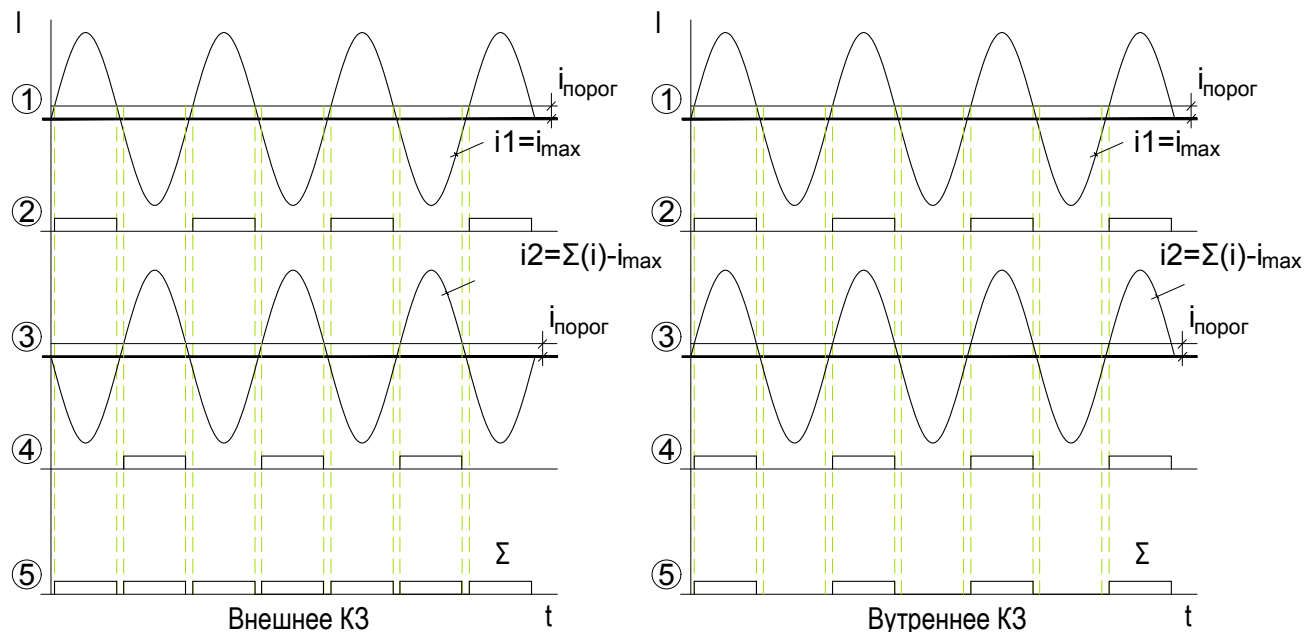
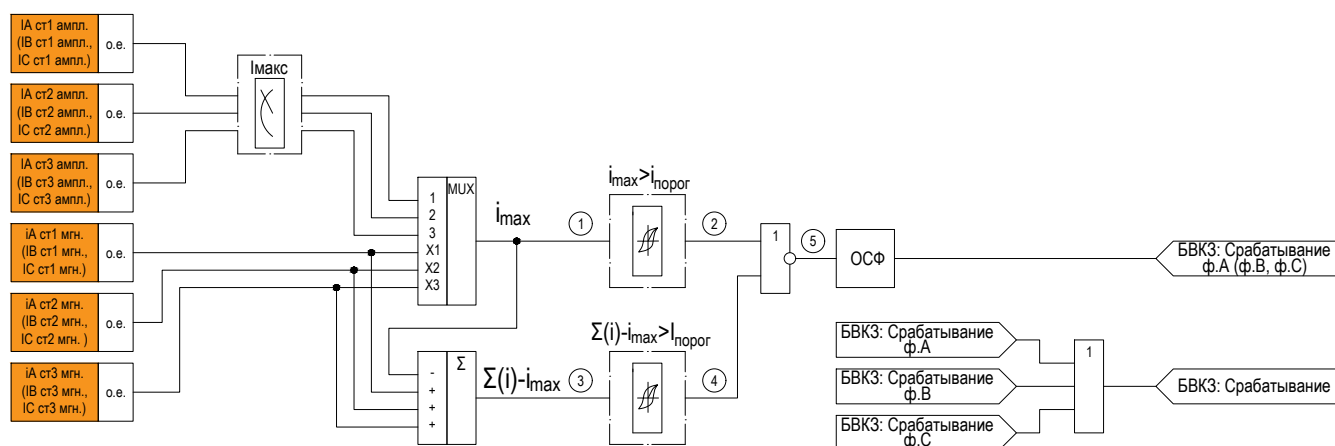

Рисунок 2.6 – Временные диаграммы работы функции «БВКЗ»
Рисунок 2.7 – Функциональная схема «БВКЗ»
2.2.8.2 Временные диаграммы работы функции «БВКЗ» в режимах внешнего и внутреннего КЗ приведены на рисунке 2.6, для однозначного соответствия точек измерения на функциональной схеме (рис. 2.7) и на временных диаграммах (рис. 2.6) точкам измерения присвоены цифры ①...⑤. На функциональной схеме (рис. 2.7) и временных диаграммах (рис. 2.6) указаны точки измерений.
2.2.8.4 Во время положительной полуволны тока каждой из сравниваемых величин устанавливаются сигналы 1 на определенных элементах схемы. Далее эти сигналы суммируются. При внешних КЗ в сумме сигналов практически отсутствуют паузы (паузы обусловлены пороговыми значениями элементов сравнения). При внутренних КЗ паузы по длительности приближаются к значению времени полупериода (см. рисунок 2.6). Длительность паузы является критерием блокировки при внешних КЗ. Вторая по счету от начала повреждения длительная пауза дает разрешение на работу ДЗТ.